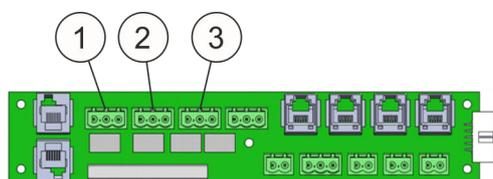

Fig. 65: Bornes de conexión
- Borne de conexión para la salida del relé “Prealarma” (Fig. 65/1)
- Borne de conexión para la salida del relé “Alarma de incendio” (Fig. 65/2)
- Borne de conexión para la salida del relé “Extinción” (Fig. 65/3)